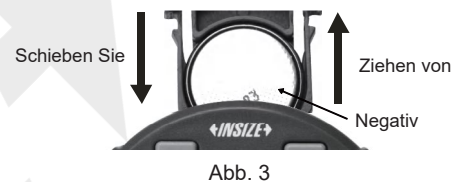

Abb. 3
3. Legen Sie die Batterie (CR2032) ein und nehmen Sie sie heraus; die negative Seite der Batterie muss nach außen zeigen (Abb. 3).